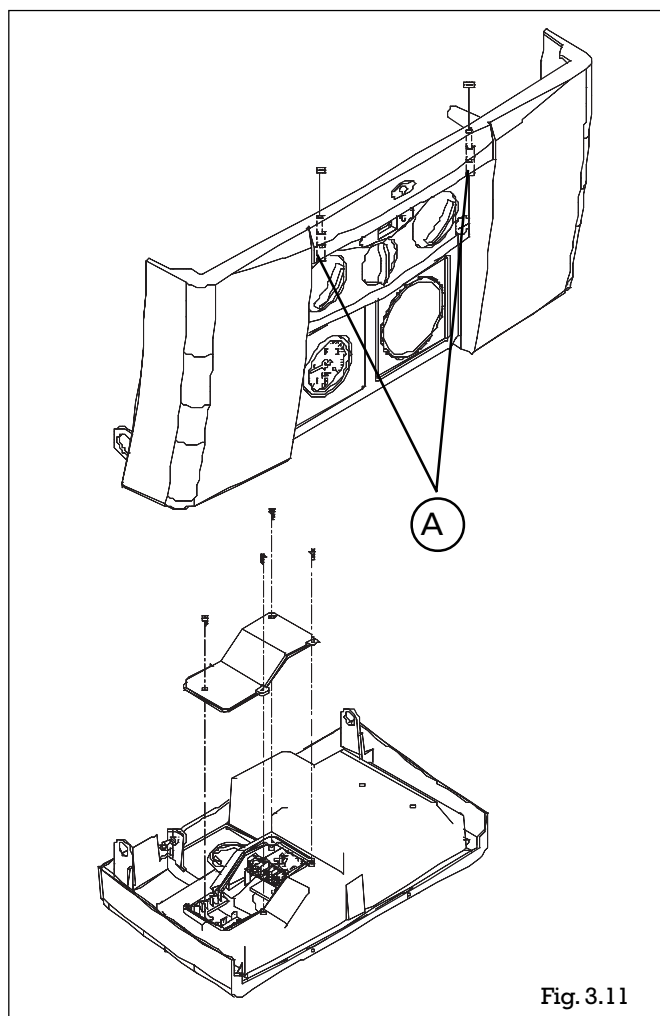

Fig. 3.11
- dévisser les deux vis **A** de fixation du tableau de commande (fig. 3.11);
- retirer le couvercle du capot de protection électrique (4 vis) (fig. 3.11);